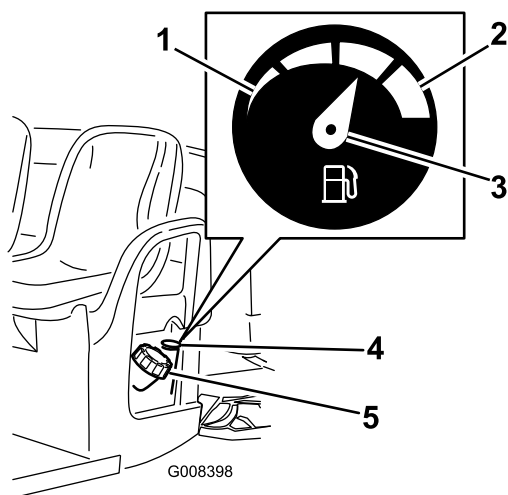

図 13
4. 燃料タンクのキャップ 図 13 の周囲をきれいに拭く。